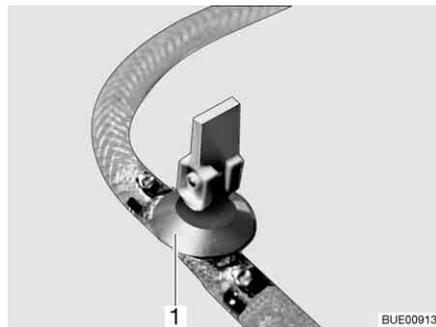

Bild 179 Ablasshahn
- Ablasshahn/Ablasshähne schließen. Dazu den Kipphebel (Bild 179,1) waagrecht stellen.
- Ablasshahn/Ablasshähne (Bild 179) öffnen. Dazu den Kipphebel (Bild 179,1) senkrecht stellen. Der Boiler wird nach außen entleert.